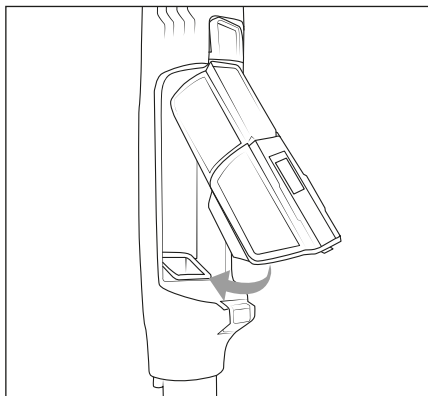

Fig. 21
- 8) Coloque primeiro o recipiente do filtro HEPA **5** e, em seguida, o reservatório de pó **7** no aparelho (ver fig. 21). Certifique-se de que o reservatório de pó **7** encaixa de forma audível no aparelho.